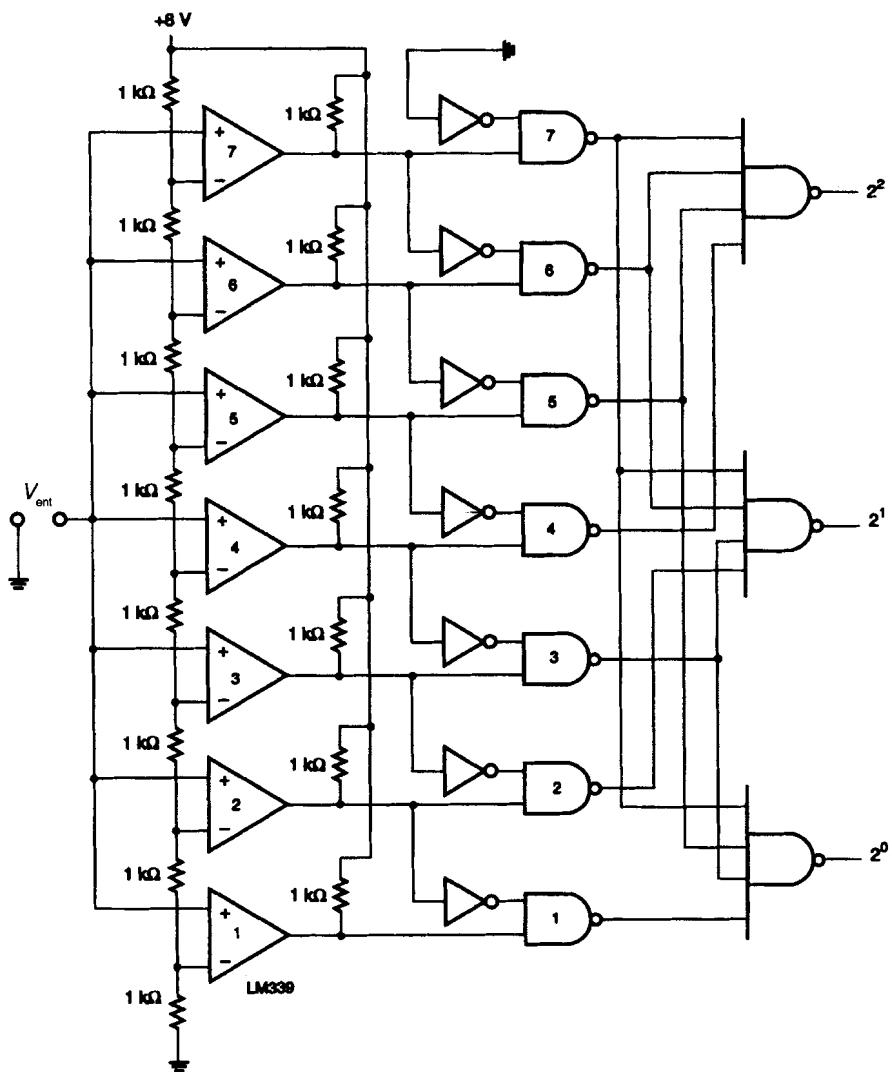

FIGURA 13-10 Convertidor A/D con comparadores de voltaje
La figura 13-10 muestra un convertidor A/D de tres bits construido con siete comparadores de voltaje LM339. La entrada negativa de cada comparador está conectada a una red resistiva divisoria de voltaje, la cual divide el voltaje de alimentación de 8 V en incrementos de 1 V. Cada comparador de voltaje tiene un voltaje de referencia que es 1 V mayor que el del comparador previo. Todas las entradas positivas de los comparadores están conectadas entre sí de modo que el voltaje de entrada aumentará al mismo tiempo en todos los comparadores.
Las compuertas lógicas que aparecen en la figura 13-10 decodifican la salida de todos los comparadores para formar un número binario de tres bits. Cuando las salidas de todos los comparadores están en 0 lógico, las salidas de las compuertas NAND correspondientes son 1, dado que cualquier 0 en las entradas de una compuerta NAND produce un 1. Si el voltaje de entrada analógico aumenta hasta 1.5 V, la salida del primer comparador cambia a 1 lógico, el cual se aplica a la compuerta NAND de dos entradas. La otra entrada de esta compuerta NAND se toma del inversor al cual está conectado la salida del segundo comparador. La salida de éste sigue siendo 0 debido a que el voltaje analógico todavía es 1.5 V y no es lo suficientemente alto para cambiar el estado del segundo comparador. Este 0 se invierte aplicándose entonces un 1 a la entrada de la compuerta NAND del primer comparador. Hasta este punto, la primera compuerta NAND tiene dos unos en sus entradas y 0 en su salida, la cual se aplica a la compuerta NAND que corresponde a 2^0 .
Para aumentar la precisión del comparador de la figura 13-10, es necesario añadir más comparadores y compuertas NAND. Éste es el inconveniente principal de este tipo de convertidor A/D; pero su funcionamiento es muy rápido. Lo único que reduce la velocidad es el tiempo de propagación del comparador y de las compuertas NAND, que es del orden de 50 ns a 75 ns. Dada su velocidad, este tipo de convertidor A/D también se conoce como **convertidor de centelleo**.
4. ¿Cuál es el número binario a la salida del convertidor A/D de la figura 13-10 si la entrada analógica es de 6.3 V? [3]
8. Dibuje el diagrama lógico de un convertidor A/D similar al de la figura 13-10, pero con una salida de cuatro bits. [3]